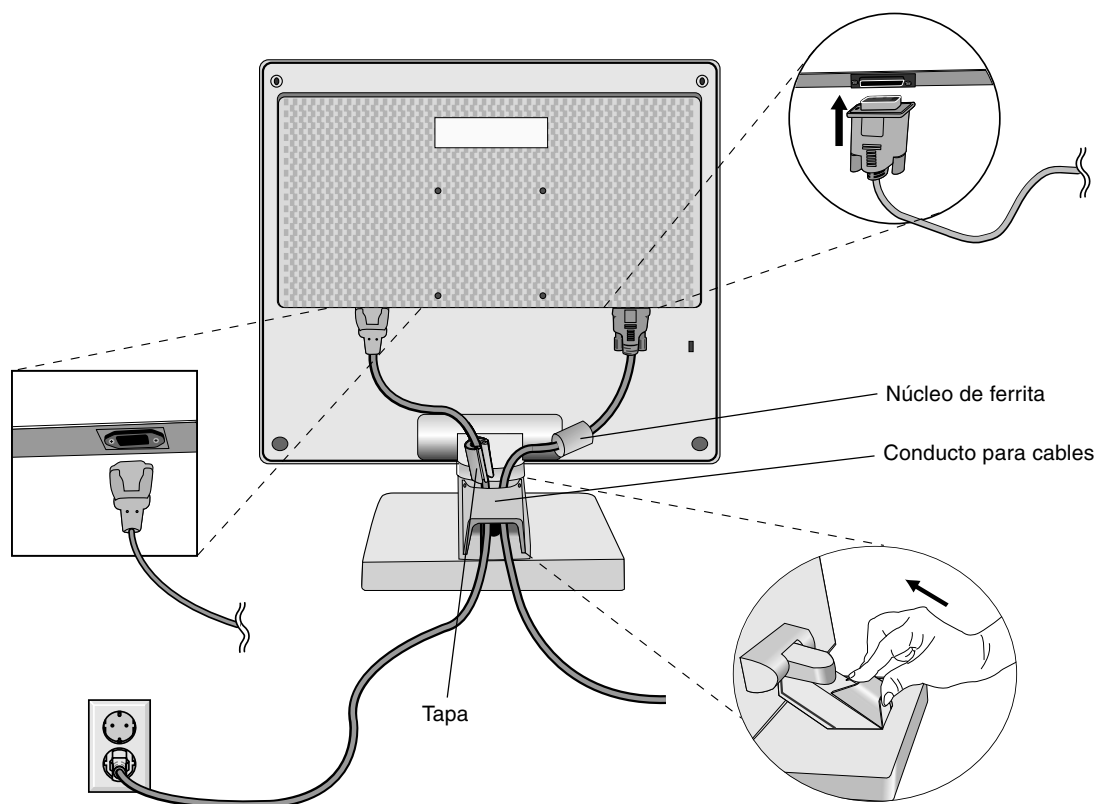

Figura C.1
4. Conecte el mini D-SUB de 15 clavijas del cable de señal de vídeo al conector adecuado en la parte posterior del monitor (**figura C.1**).
5. Conecte un extremo del cable de alimentación al monitor LCD1701 y el otro a la toma de corriente. Coloque el cable de señal de vídeo y el cable de alimentación por debajo del conducto del cable (**figura C.1**). Vuelva a colocar el conducto del cable.
NOTA: coloque bien el cable por debajo del conducto para evitar que se dañe éste o el monitor. Ajuste los cables para colocar el núcleo de ferrita y la tapa por encima del conducto para cables tal como se indica en la **figura C.1**.